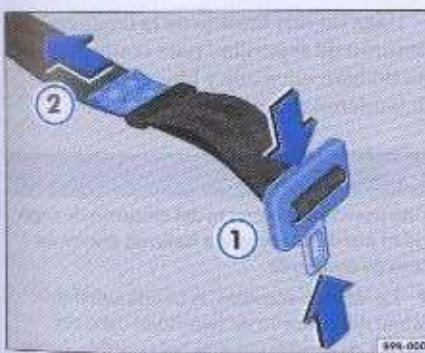

Fig. 17. Cinturón subabdominal
- Presione la lengüeta conforme ilustrado ⇒ fig. 17 ① -flechas- y alargue totalmente el cinturón.